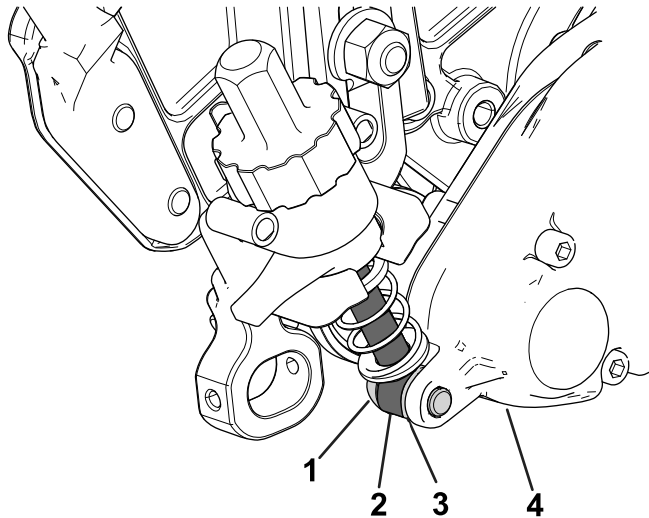

Figura 12
3. En el lado de la caja de la transmisión del groomer, coloque la varilla del brazo del regulador del soporte de altura de corte en el interior de la caja de transmisión del groomer y fíjela con un perno de cuello largo y una arandela endurecida, tal y como se muestra en la Figura 12; apriete el perno de cuello largo a entre 16 y 22 N·m.